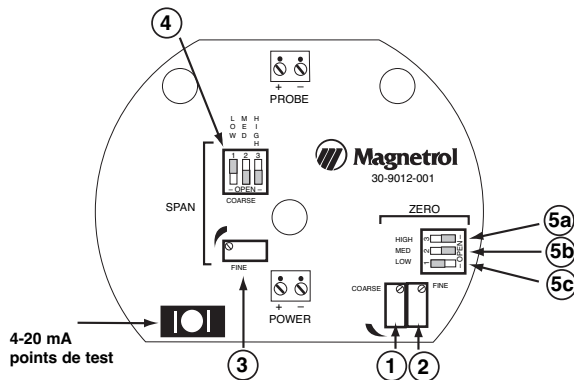

Figure 9
2. Tourner les potentiomètres ①, ② et ③ en sens horaire d'une vingtaine de tours jusqu'à entendre un déclic. Placer les 3 contacteurs ④ en position OPEN.
Vérifier que les contacteurs de zéro 2 et 3 sont en position OPEN et le contacteur 1 sur CLOSED ⑤. (Voir Figure 9).